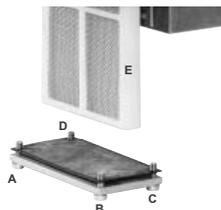

Fig. 36
- 2 Rimuovere le viti A ÷ D (Fig. 36).
- 3 Sostituire la cartuccia del filtro E (Fig. 36).